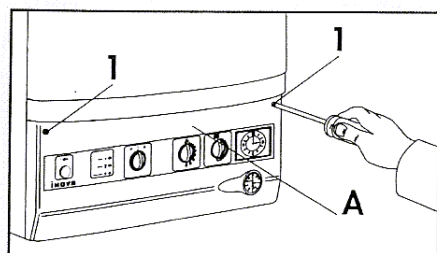

Fig. 1
- Desatornillar los dos tornillos de sujeción (1) del panel de mandos de la caldera (fig.1);